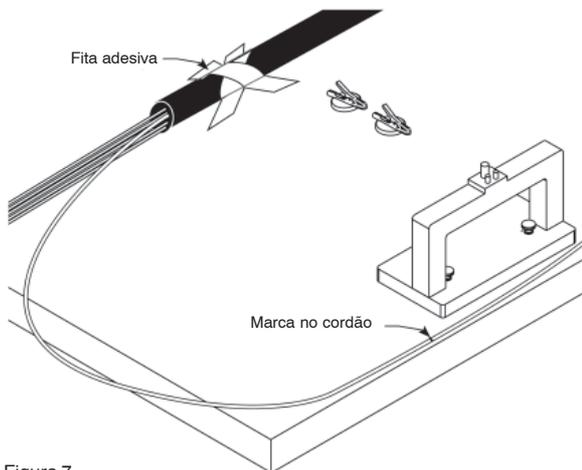
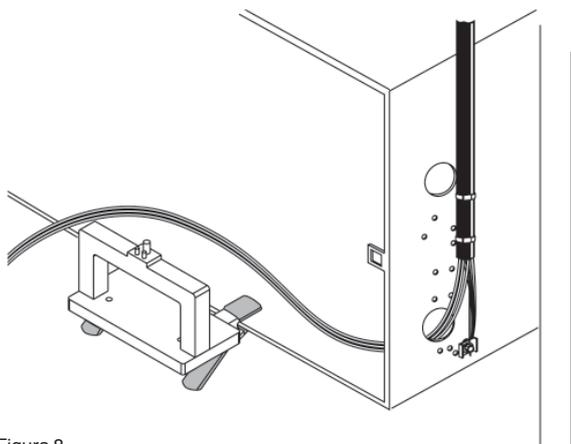

Figura 7
Figura 8
**6.1** Prenda a extremidade do cabo à superfície de trabalho com fita adesiva (Figura 7) ou prenda-o ao hardware de terminação conforme indicado na Figura 8.